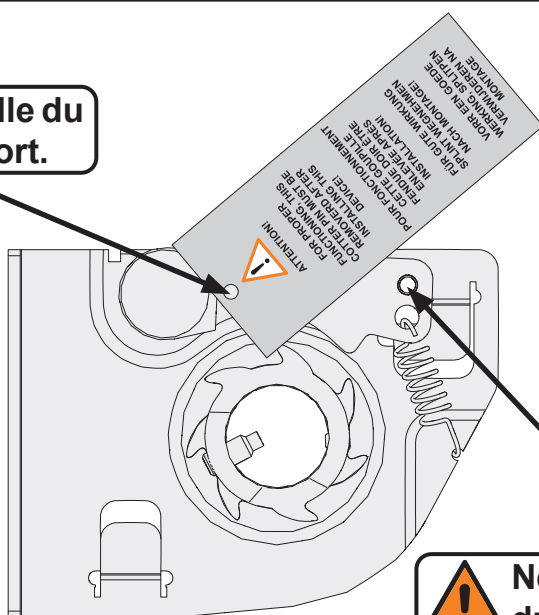

Figure 6e
Si la porte sectionnelle ne s'élève pas, **retirez la goupille de parachute de ressort (14) (figures 6e et 6f).**